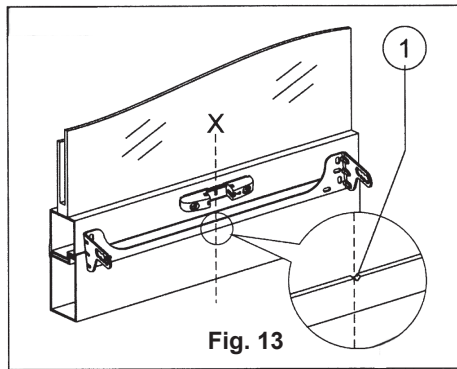

Fig. 13
- 6) **Fig. 13-** Alinear a la mediana el estribo de enchufe al cerco, utilizando como referencia el indicador de mediana (Ref. 1) colocado al centro de la misma;